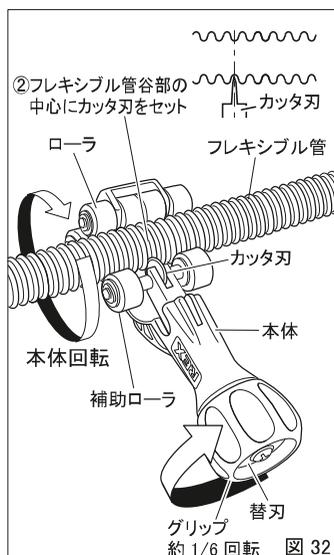
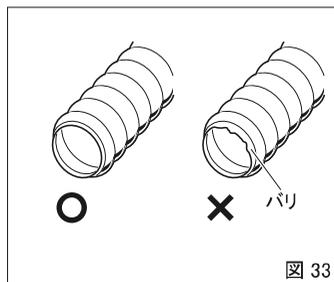

図 32
図 33
(2) 加工するパイプの切断(図32、33)
- ①グリップを左回転させ、切断するフレキシブル管に合わせてカッタ刃を後退させます。
- ②カッタ刃が、フレキシブル管の谷部(小径部)中央に当たるように、グリップを右回転させ、刃を送り込みます(図32)。
- ③フレキシブル管の谷部に当たったところからグリップを右に約1/6回転させ、刃を送り込み、本体を図に示す方向に2～3回転させます。
- ④以後同様の動作(グリップを右に約1/6回転後、本体を2～3回転)で、パイプを切断します。
- ⑤切断面の变形、バリがないことを確認してください。バリや变形があると正常なツバ出しができず、水漏れの原因となります(図33)。